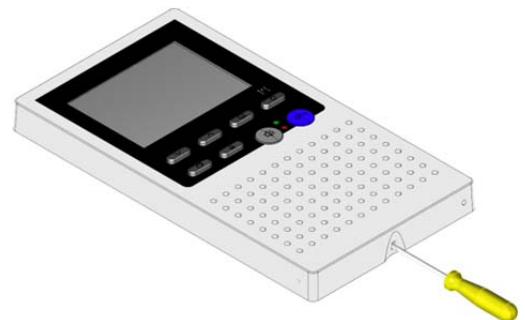

Abb. 7: Öffnen der Innenstation
- ▶ Führen Sie einen Schraubendreher mit leichtem Druck in diese Öffnung ein (Abb. 7). Die Oberschale lässt sich an der Unterseite abziehen.